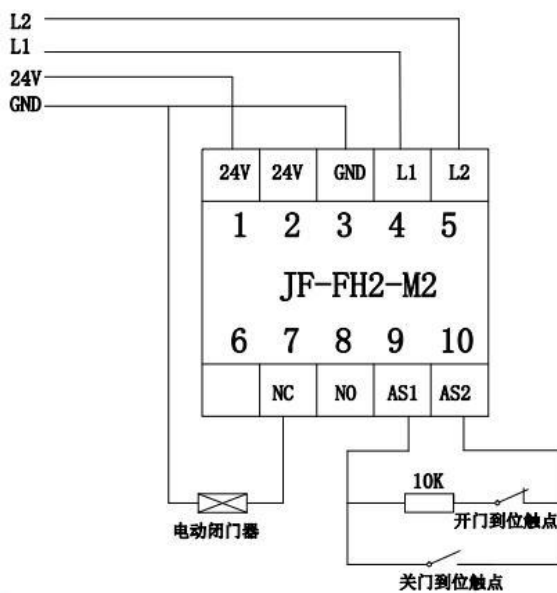

图 3 接线示意图
- ◆ 持续输出 DC24V：NC(端子 7)、GND（端子 3）：接被控设备。模块正常监视时，NC 端持续输出 DC24V，启动后，O1 端停止输出 24V。接线方式见图 3。